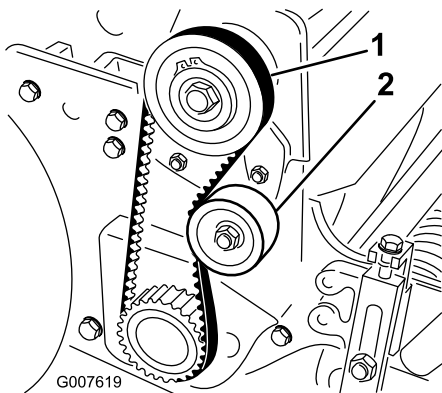

Figura 36
2. Verifique a tensão pressionando a correia a meio curso entre as polias (Figura 36) com uma força de 18 a 22 N. A correia deverá fletir-se 6 mm.
- A. Desaperte a porca de montagem da polia intermédia e incline-a para o lado de trás da correia até que obtenha a tensão desejada da correia (Figura 36).